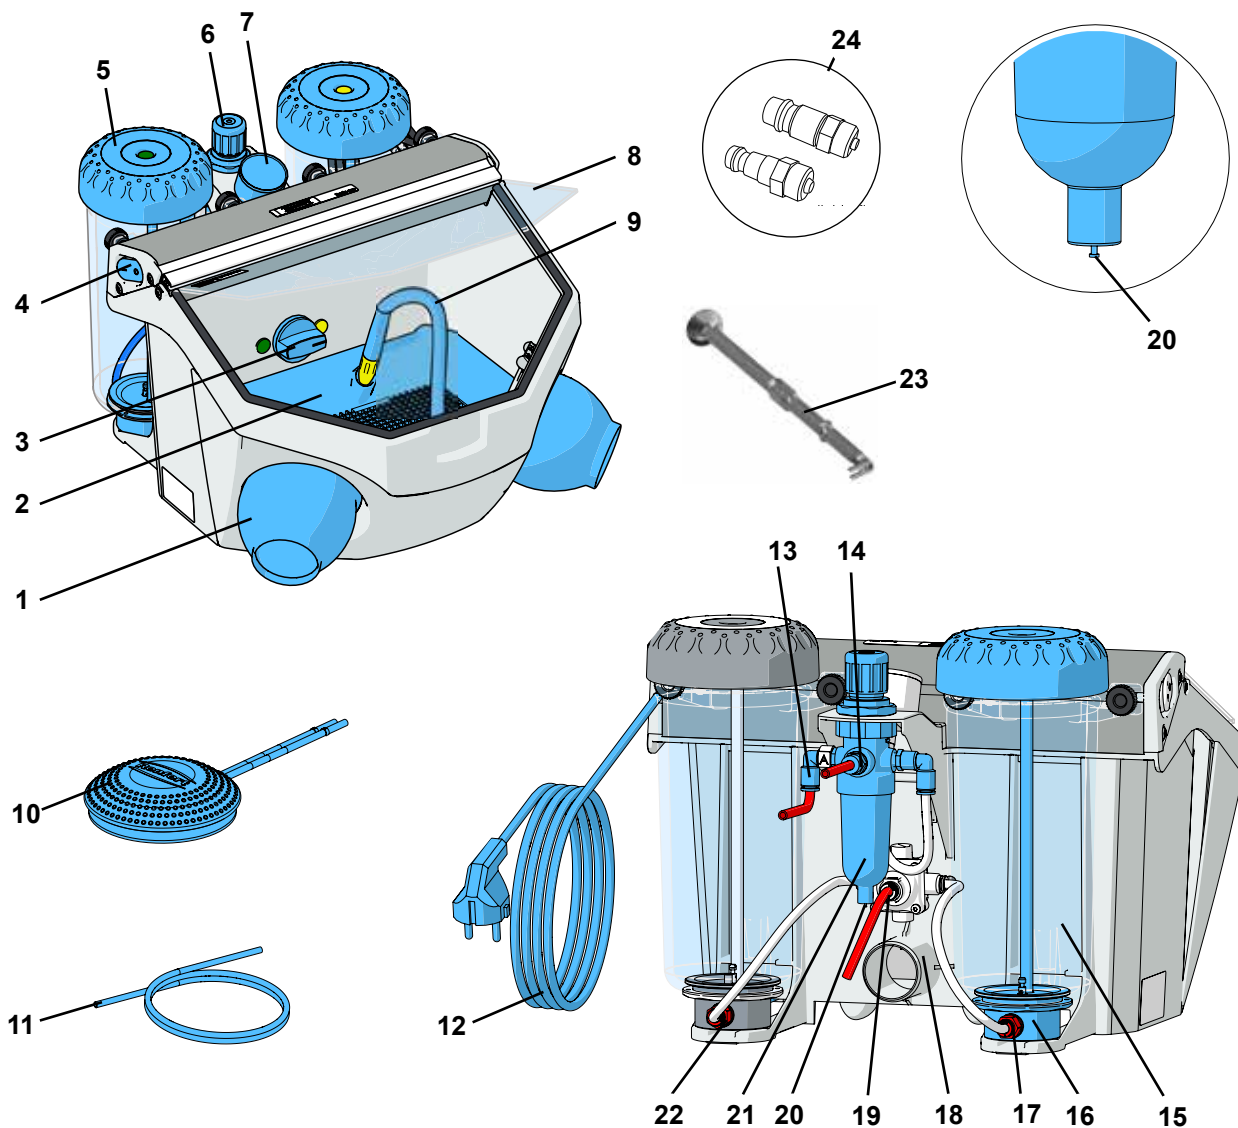

Fig. 1
- ⇒ Размотайте сетевой кабель (12, рис. 1).
- ⇒ Всасывающий шланг вытяжки насадить на вытяжную трубу (18).